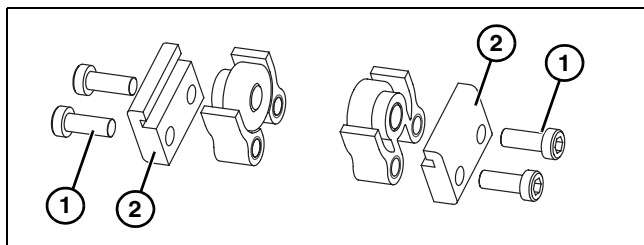
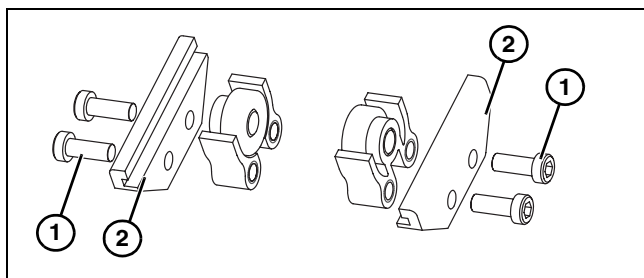

Figure 12
Figure 13
1. Localisez les galets de retour. Vues éclatées indiquées en Figure 12 pour le convoyeur à bande plate et en Figure 13 pour le convoyeur à taquets.
2. Retirez les vis (Figure 12, item 1) ou (Figure 13, item 1) et les clips (Figure 12, item 2) ou (Figure 13, item 2) de l'assemblage de galet.